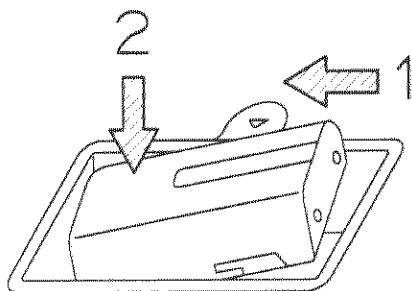

図3-3
b) バッテリーパックの取り外し (図3-3を参照してください)